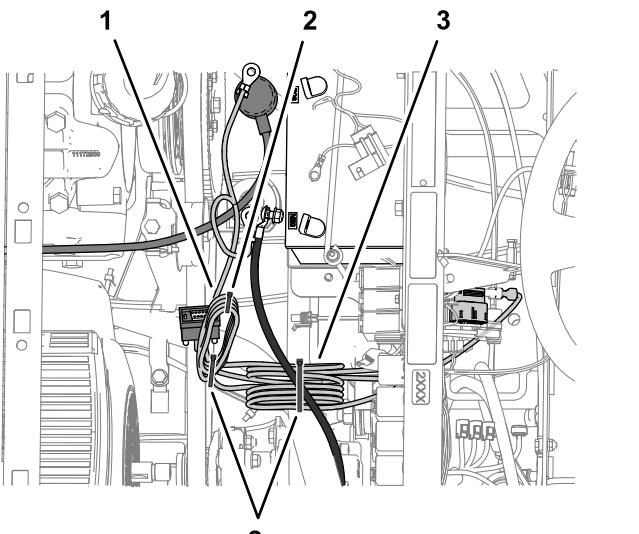

Figura 80
2. Cerca del bloque de fusibles, recoja el arnés de alimentación del módem en el conector de 9 pines marcado RS232, y sujetelo con 2 bridales, como se muestra en la Figura 80.
3. Enrolle el arnés de alimentación del módem en el cable negativo de la batería, y ate el mazo al cable de la batería con una brida, como se muestra en la Figura 80.